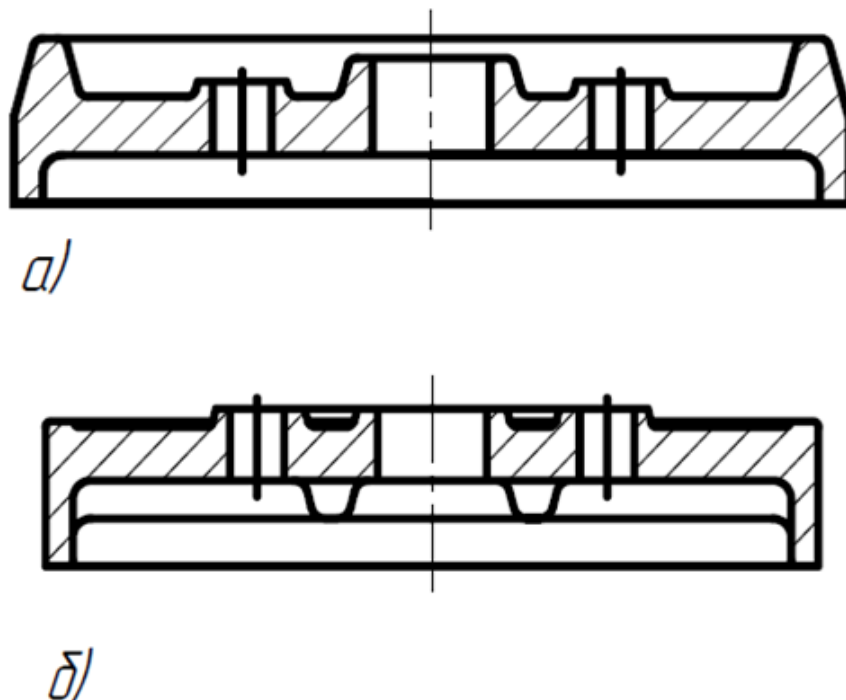

Рис. 1. Варианты отливок
- 1) Бобышки и платики на корпусе детали (рис. 1, а) располагаются на разных уровнях, и обработку каждой бобышки приходится вести по индивидуальной
2) В конструкции на рис. 1, б все обрабатываемые поверхности расположены в одной плоскости и поэтому могут обрабатываться на одном станке, например, на вертикально-фрезерном или продольно-фрезерном.